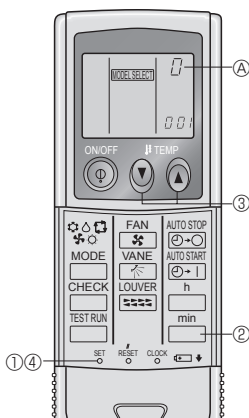

Fig. 6-4
4) Programmation des numéros de paires de la télécommande sans fil infrarouge. (Fig. 6-4)
- ① Appuyer sur le bouton SET à l'aide d'un objet pointu. Commencer cette opération avec l'affichage de la télécommande sans fil infrarouge désactivée. **MODEL SELECT** clignote et le numéro du modèle s'allume.
- ② Appuyer deux fois sans relâcher sur le bouton $\square$ min. Le numéro "0" clignote.
- ③ Appuyer sur le bouton temp $\odot$ $\odot$ pour attribuer le numéro de paires de votre choix. Si l'opération est erronée, appuyer sur la touche ON/OFF $\odot$ et recommencer à partir du point ②.
- ④ Appuyer sur le bouton SET à l'aide d'un objet pointu. Le numéro de paires attribué s'allume pendant trois secondes puis s'éteint.
④ Numéro de paire de la télécommande sans fil infrarouge	Carte à circuit imprimé intérieure